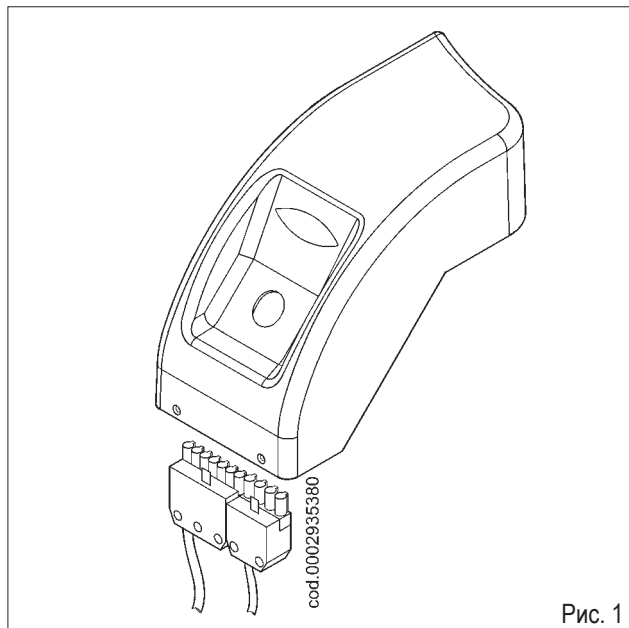

Рис. 1
- 1) Выполните инструкции, данные в параграфе "Техобслуживание", выньте узел смещения и снимите винт (1), соединяющий шток продвижения (2) узла с газоподающей трубой (3).
- 3) Снимите винт (5), соединяющий газовый смеситель (6) с трубой (рис. 1).
- 2) Поверните на 180° коленчатый фитинг (4) и смеситель (6) так, чтобы вход газа был обращен вверх (рис. 1). Снова закрепите смеситель и шток продвижения узла с газоподающей трубе.
- 3) Теперь снимите 4 гайки (7), показанные на рисунке 2, освободите огнеую трубу (8) от соответствующих шпилек и установите ее обращенной вверх резьбовым соединением для крепления газовой ramпы.